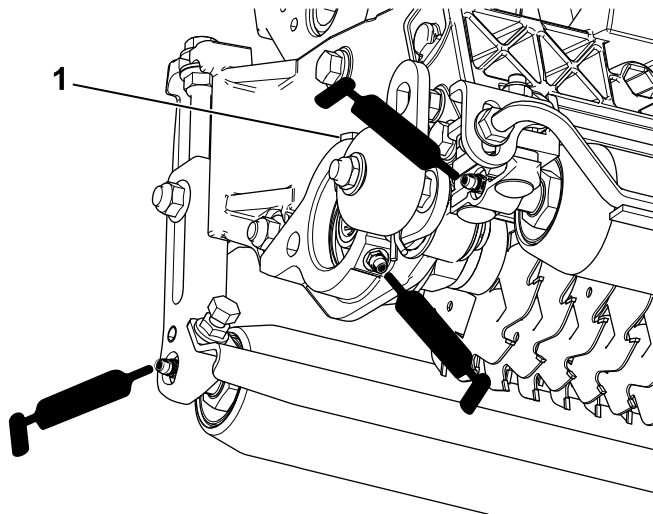

图12
安装滚刀马达，润滑侧板，直至多余的润滑脂渗出泄压阀（图12）。
每个切根刀带有 5 个黄油嘴（图12），必须每周使用 2 号通用型锂基润滑脂润滑。
2. 涂抹润滑脂，直至滚筒密封件和轴承泄压阀外面看到干净的润滑脂（图12）。